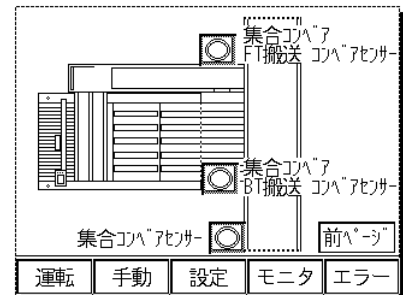

図7-47
- (図7-47) 集合コンベアFT搬送コンベアセンサ, 集合コンベアBT搬送コンベアセンサ, 集合コンベアセンサ, (集合コンベアオプション付のみ表示されます。)